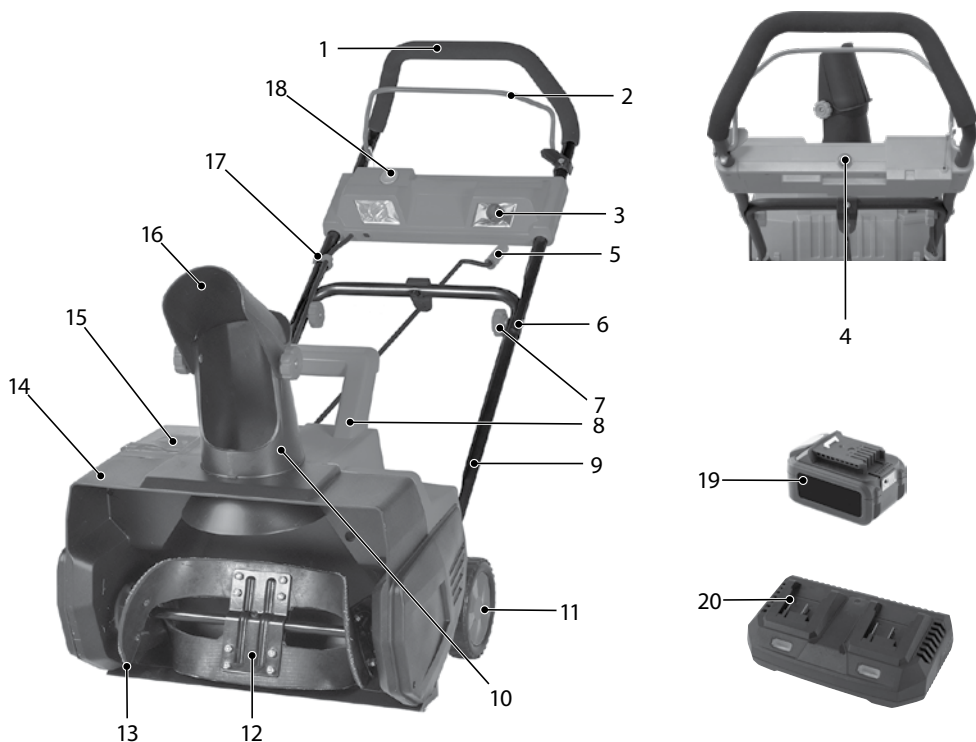
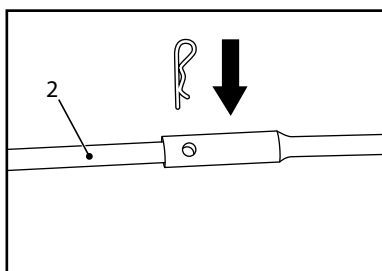

Рис. 2.
Рис. 9.
- Совместите отверстия дефлектора (рис. 2, поз. 16) с отверстиями на выпускном желобе (рис. 2, поз. 10). Установите винт с полукруглой головкой (рис. 1, поз. 11) и закрепите гайкой-барашком (рис. 1, поз. 9) с двух сторон.
- Совместите отверстия на ручке (рис. 2, поз. 5) с отверстиями на штоке поворота выпускного желоба. Закрепите пружинным штифтом (рис. 9).